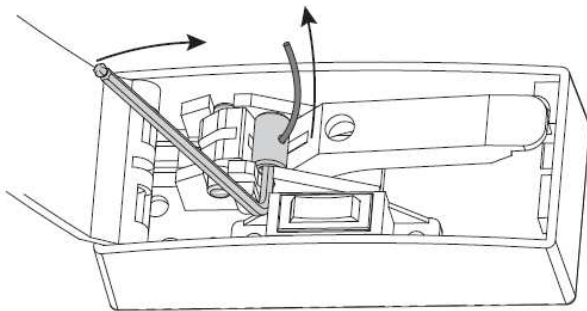
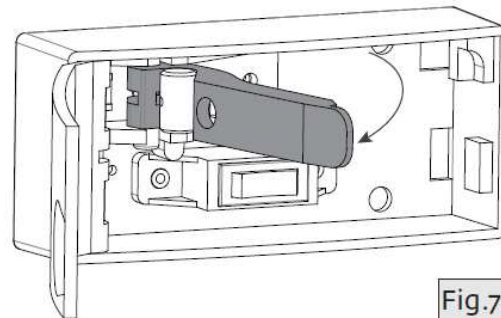

Fig.6
Fig.7
3. Dévisser la vis, comme dans l'image ci-dessus, en utilisant une clé hexagonal de 4mm et passer le câble de déverrouillage par ce trou. Lorsque le câble de déverrouillage est complètement tendu, veuillez resserrer la vis (fig.6). Vérifier si le moteur se déverrouille en tirant la manivelle (fig.7). S'il ne se déverrouille pas, vous devez régler le câble jusqu'à ce qu'il se déverrouille. Après avoir terminé, couper le câble en excès.